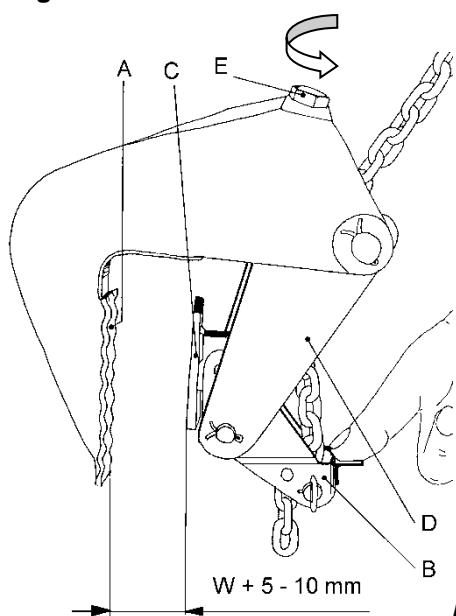
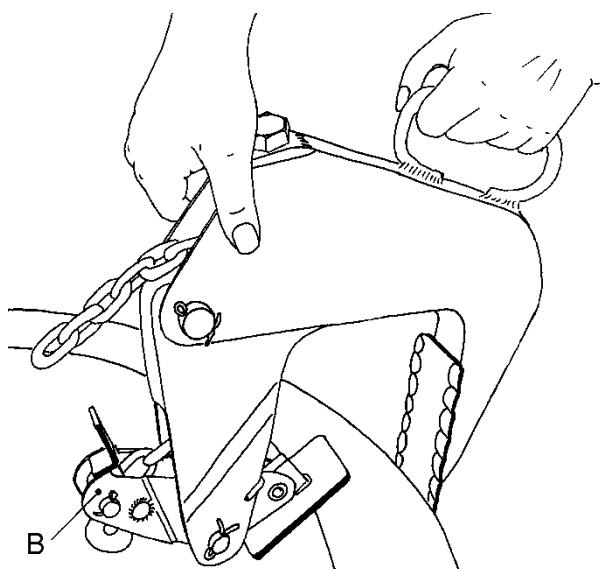

Abb. 3
Abb. 4
Klemme durch Drehen der Verstellschraube (E) öffnen (Abb. 3). Die maximale Öffnungsweite (siehe Typenschild) nicht überschreiten, da die Mutter der Verstellschraube nicht gesichert ist; Absturzgefahr! Die Klemmen so auf die Rohrwand stecken, daß sich der Winkelhebel (B) auf der Innenseite befindet (Abb. 4). Winkelhebel (B) gegen die Federkraft bis zum Anschlag nach unten drücken . Verstellschraube (E) so weit eindrehen, bis die **Öffnungsweite 5-10 mm größer ist als die Wandstärke**. Die Öffnungsweite muß bei allen Klemmen gleich eingestellt sein.